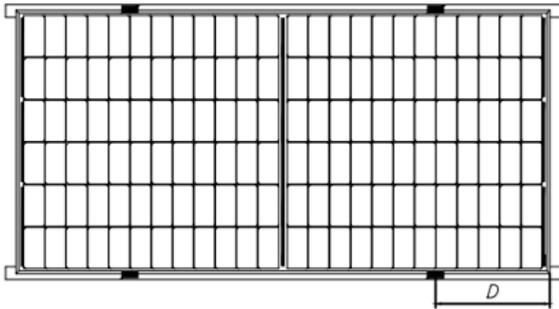

Abb. 3 Schienen, die die lange Rahmenseite überlappen
- ⑩ Für die in Abbildung 3 gezeigte Befestigung muss die Überlappung zwischen der C-Fläche der Anordnung und der Schiene ≥ 25 mm sein. Die eingeschränkte Garantie von Astronergy geht verloren, wenn nicht geeignete Klemmen eingesetzt werden oder eine unsachgemäße Installation ausgeführt wird.
- ⑨ Um zu verhindern, dass sich die Module nach der Installation von der Befestigungsvorrichtung lösen